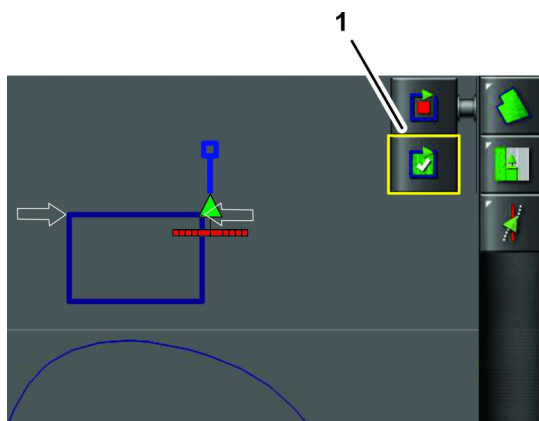

图 50
- 在最后的点处对齐左前轮胎的外侧中心部分然后停止机器图 50。
- 按完成场地边界记录图标图 50。